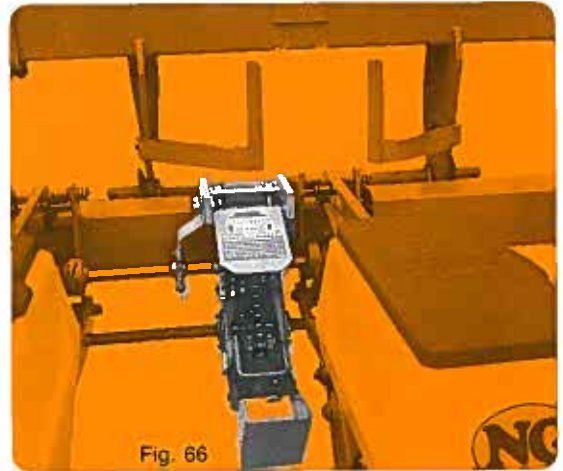

Fig. 66
- Montage déporté (fig. 66) pour semoir à nombre de rangs impair. La boîte se place à gauche et au plus près de l'élément central : pour cela supprimer 1 des paliers (4) support axe hexagonal.
Seitlich gesetzte Montage (Abb. 66) für Sämaschinen ungerader Reihenanzahl und Reihenabstände unter 45 cm. Das Wechselgetriebe wird links und ganz nah am mittleren Element angebracht. Bei dieser Stellung ist die Lagerstütze (4) zu entfernen.
- Offset assembly (fig. 66) for planters with an odd number of rows and inter-row spacing under 45 cm (18"). The gearbox is then mounted on the left and as close as possible to the central metering unit. To do so, remove one of the bearings (4) which support the hexagonal shaft.
Montaje desviado (fig. 66) para sembradora con número de hileras impar y distancia entre hileras inferior a 45 cm. La caja se coloca a la izquierda y lo más cerca del elemento central; para ello suprimir 1 de los cojinetes (4) soporte eje hexagonal.